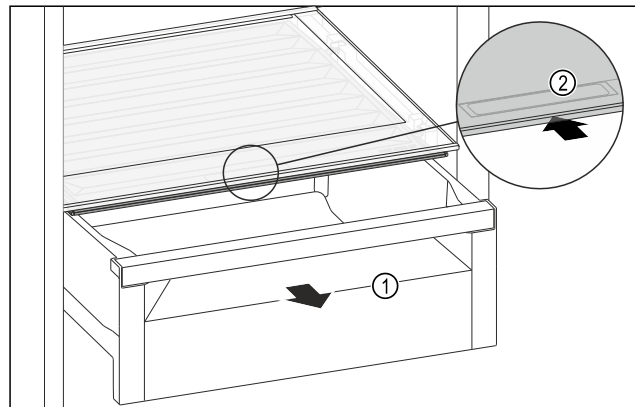

Fig. 162
- Schubfach Fig. 162 (1) herausziehen.
- Griffmulde Fig. 162 (2) am Fachdeckel anfassend und Fachdeckel gleichzeitig nach hinten schieben.